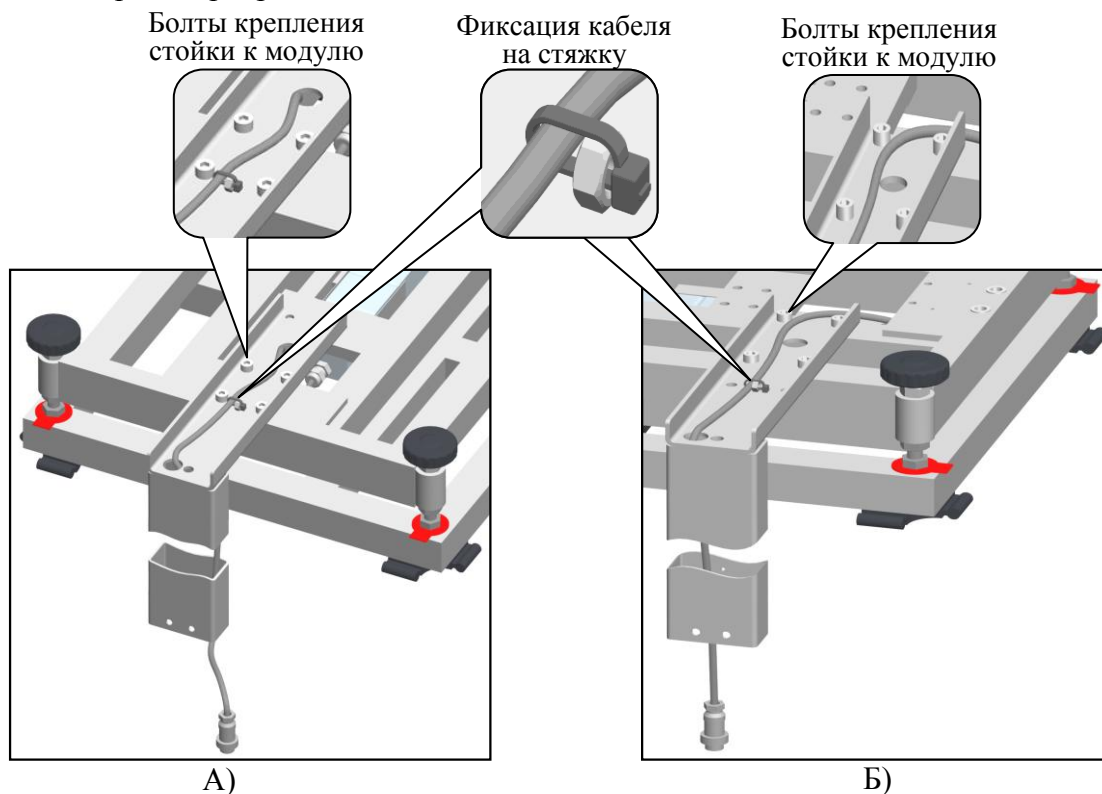

Рисунок 2 – Установка стойки крепления весового терминала.
• В модификациях ТВ-5040N_3 и ТВ-8060N_3 закрепите к основанию модуля стандартную стойку (см. рис. 2А).
• В модификации ТВ-5040N_3п закрепите укороченную стойку (см. рис. 2Б).